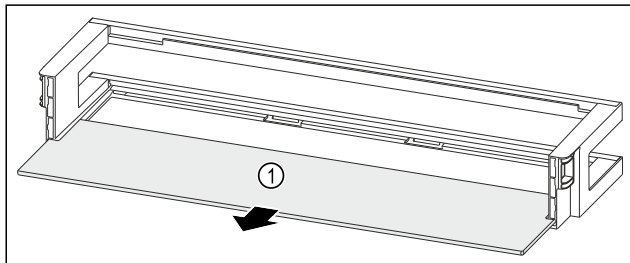

Fig. 115 Türabsteller mit Abstellfläche
- Abstellfläche Fig. 115 (1) entnehmen.